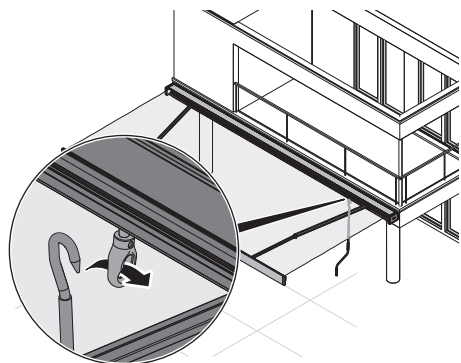

Fig. 19: Accrocher la manivelle
2. Accrocher la manivelle dans l'œillet du réglage d'inclinaison (Fig. 19).